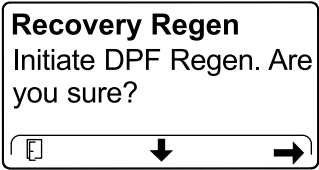

Рисунок 52
4. На экране INITIATE DPF REGEN (НАЧАЛО РЕГЕНЕРАЦИИ DPF) нажмите правую кнопку, чтобы продолжить (Рисунок 52).